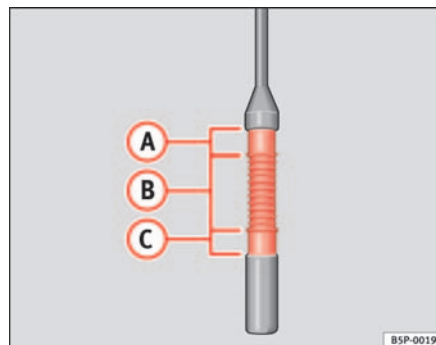

Fig. 154 Vareta de medição do nível de óleo.
- Voltar a retirar a vareta do óleo e controlar o nível do óleo na extremidade inferior da vareta de medição ⇒ **página 214, fig. 154.**
Se o nível do óleo se situar na zona ⇒ **página 214, fig. 154 (A)**, não pode ser feito nenhum reabastecimento de óleo.